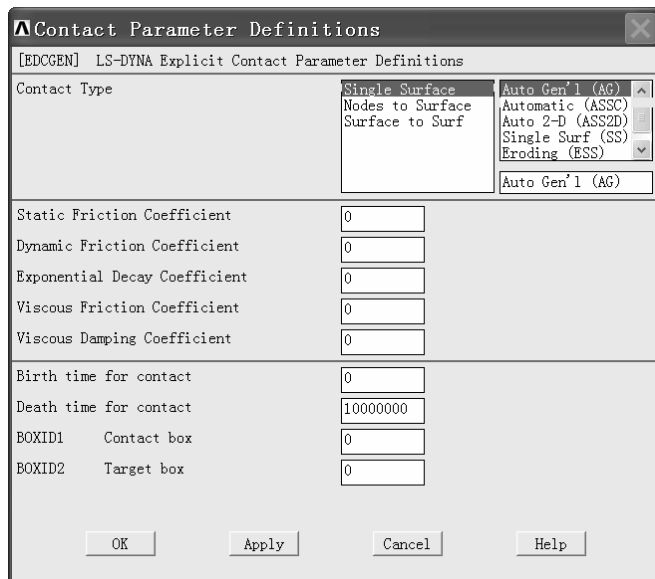

图 10-108 “Contact Parameter Definitions”窗口
(1) 依次选择 Main Menu>Preprocessor>LS-DYNA Options>Contact>Define Contact，弹出“Contact Parameter Definitions”窗口（见图 10-108）。